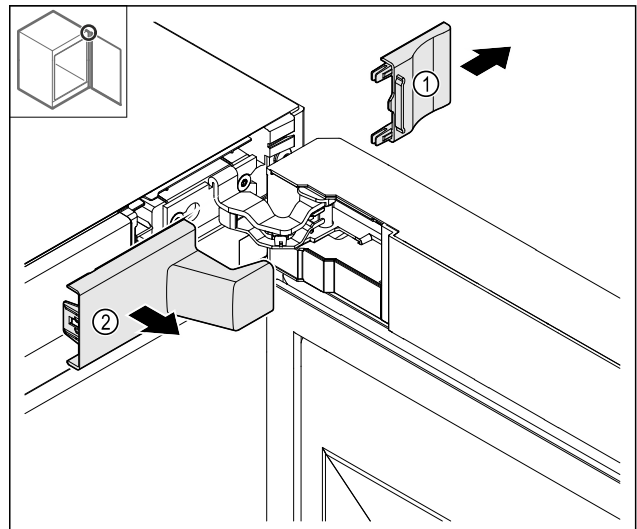

Fig. 10
► Retirer le cache Fig. 10 (1) puis le cache Fig. 10 (2).